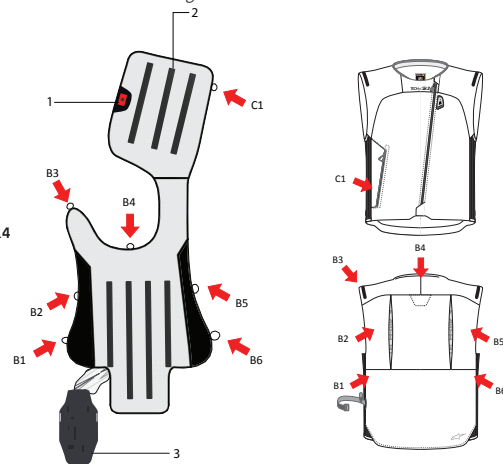

Imagen 14
4. Separe el airbag del chaleco abriendo todos los clips de conexión. Los clips están dispuestos como se muestra en la Imagen 14.